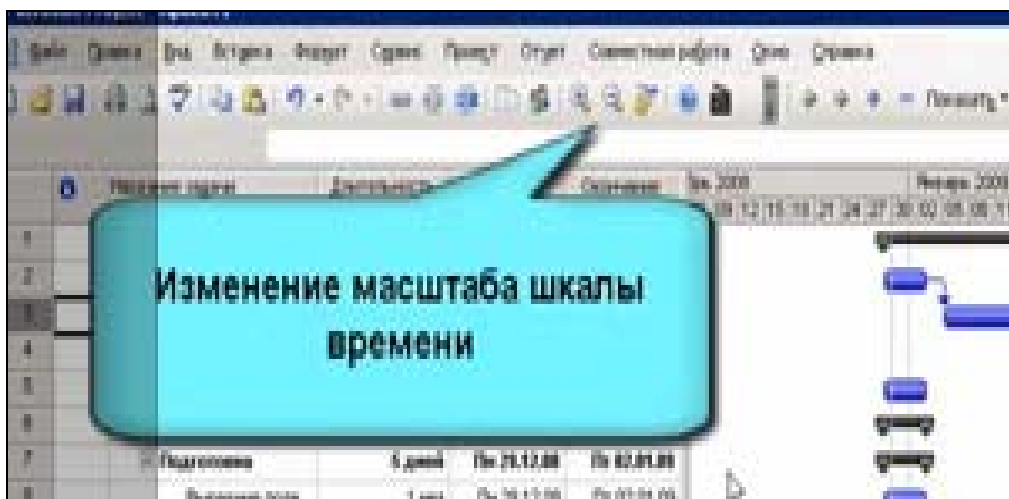

Рисунок 9 – Кнопки на панели инструментов «Лупа»
4. Для удобного просмотра графика Гантта возможно изменять масштаб шкалы, нажав на кнопку «лупа с минусом» (рис. 9). *Поэкспериментируйте.*